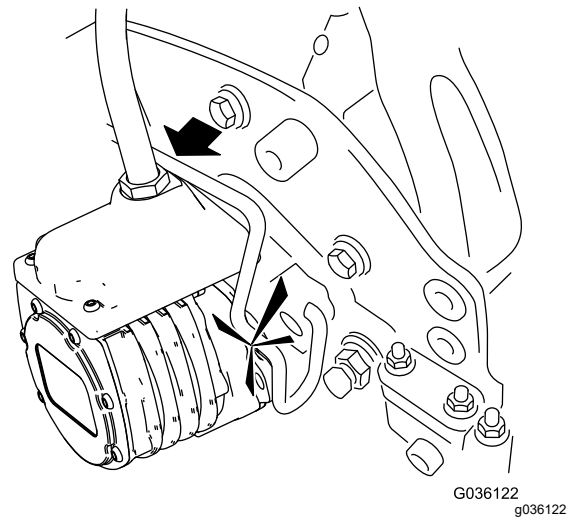

Figura 55
- 6. Spalmate del grasso pulito sull'albero scanalato del motore dell'apparato di taglio (**Figura 55**).
- 7. Inserite il motore nel lato sinistro dell'apparato di taglio (come mostrato dalla posizione dell'operatore) e tirate la barra di fissaggio del motore sull'apparato di taglio verso il motore stesso fino a udire chiaramente uno scatto da ambo i lati del motore (**Figura 55**).